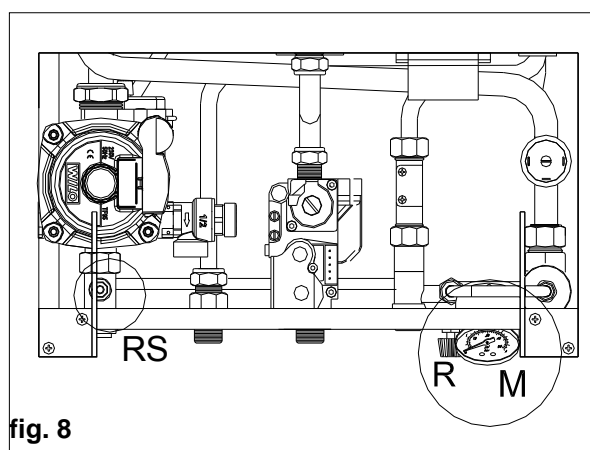

fig. 8
- ouvrir également le robinet de remplissage R (fig.8) ;
- au moyen du manomètre M (fig.8), contrôler que la pression de l'installation soit de 1 bar et que le code H20 n'apparaisse pas sur l'écran du tableau de commande;